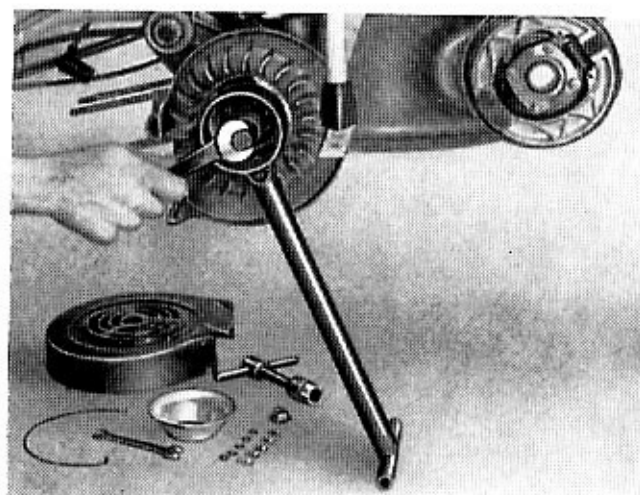

Fig. 17
- 30 Smontare il volano: bloccare il volano con l'attrezzo n. 58886, svitare il dado di bloccaggio **a filettatura sinistra** (chiave a tubo da 17, attrezzo n. 52150) ed estrarre il volano con l'apposito estrattore (attrezzo n. 37058). Vedi fig. 17.